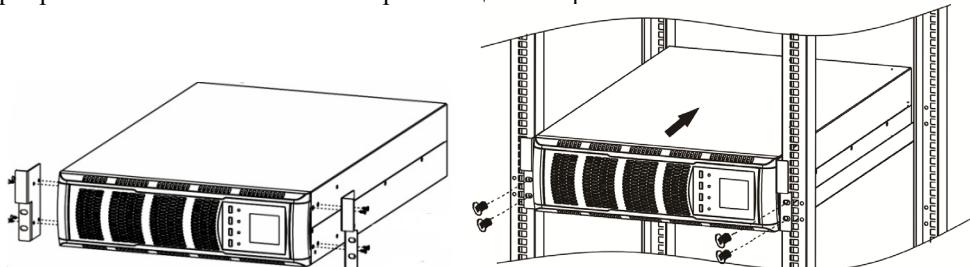

Рисунок 5 – Порядок установки ИБП в стандартный шкаф или стойку для телекоммуникационного оборудования шириной 19 дюймов
**7.1.3** Установку ИБП в шкаф следует производить при помощи монтажного комплекта MK25 (монтажный комплект MK25 не входит в комплект поставки ИБП, и может быть приобретен дополнительно при заказе ИБП) в следующей последовательности (рисунок 5):